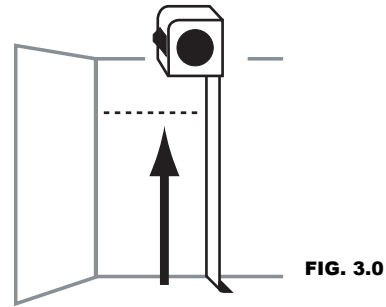

FIG. 3.0
1. Usando las medidas de ubicación de altura de los estantes (A), mida desde el suelo hasta arriba y marque la ubicación superior del estante en la pared trasera del armario. (Fig. 3.0)